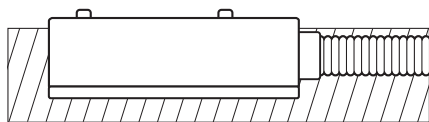

Рис. 5. Установка датчика в полу.
- Установка датчика на полу контактными пластинами вверх (врезать в плитку, покрытие) (см. рис. 5). Провод подводится в гофрированной трубке. Выступ датчика над линией пола (3–4 мм) позволяет исключить ложное срабатывание.